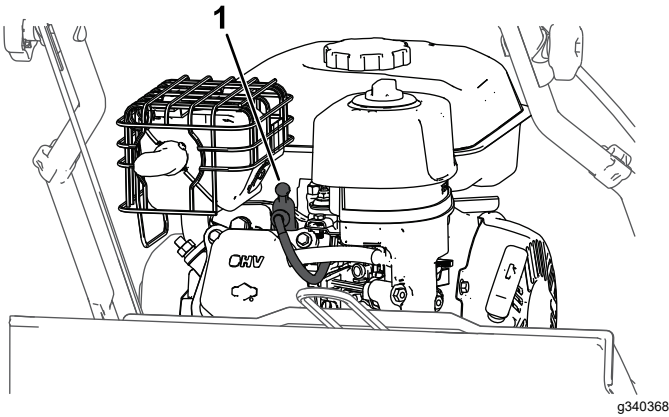

Bild 17
2. Ziehen Sie den Kerzenstecker von der Zündkerze ab (**Bild 17**).